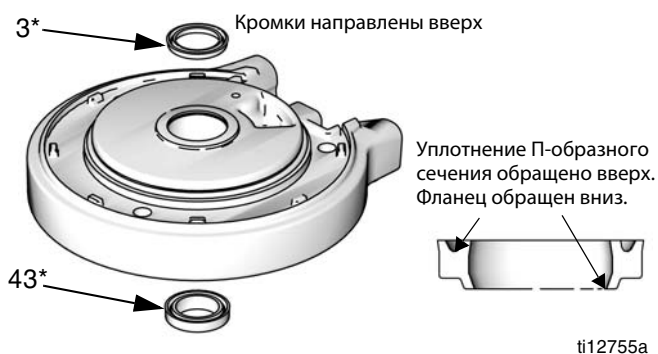

Рис. 12: Установка уплотнения П-образного сечения пневматического двигателя
1. Нанесите смазку на уплотнительное кольцо (9*) и установите его на верхнюю крышку (13).
2. **Только для M07xxx, M12xxx и M18xxx:** Установите верхний амортизатор (29) на верхнюю крышку (13).
3. Нанесите смазку на внутреннюю поверхность цилиндра (11). Опустите цилиндр (11) на верхнюю крышку (13).
4. Нанесите смазку на уплотнительное кольцо (8*) и установите его на поршень (5).
5. Опустите узел поршня (5) в цилиндр (11). Убедитесь в том, что уплотнительное кольцо (9*) остается на месте.
6. Установите экран (12) вокруг цилиндра (11) и в канавку на верхней крышке (13).
7. См. Рис. 12. Нанесите смазку на новое П-образное уплотнительное кольцо с фланцем (43*) и наденьте его на нижнюю часть опоры в нижней крышке (1). Уплотнение П-образного сечения должно быть обращено вверх, а фланец должен быть обращен вниз. Нанесите смазку на новое П-образное уплотнительное кольцо (3*) и наденьте его на верхнюю часть опоры. Кромки должны быть направлены вверх.
направлены вниз. См. Рис. 12, стр. 15.